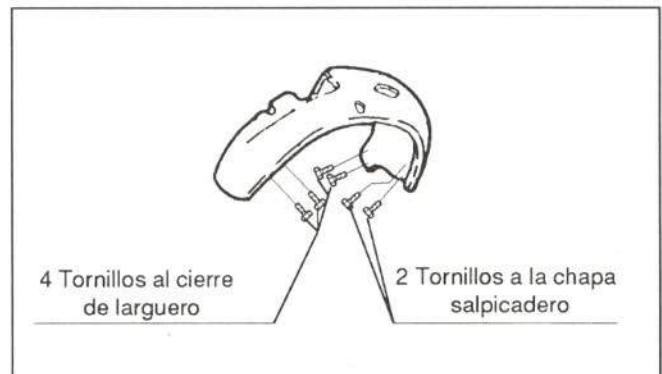

Figura 17.- Fijación del guardabarros
- Retirar dos tornillos del guardabarros (figura 17).
- Guardabarros de aleta (figura 17).